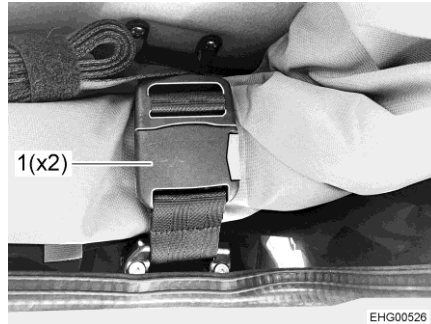

Bild 31 Bärtlås
- Öppna båda bärtlåsen (Bild 31,1).